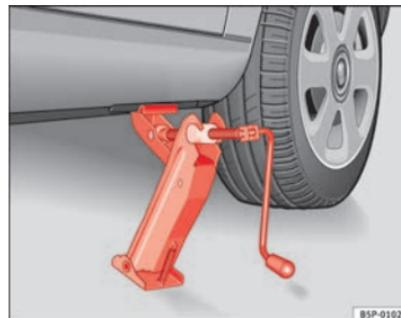

Fig. 182 Colocación del gato
- Posicione el gato de modo que su garra envuelva el nervio del larguero inferior y que la placa base móvil se apoye plana sobre el suelo ⇒ fig. 182.